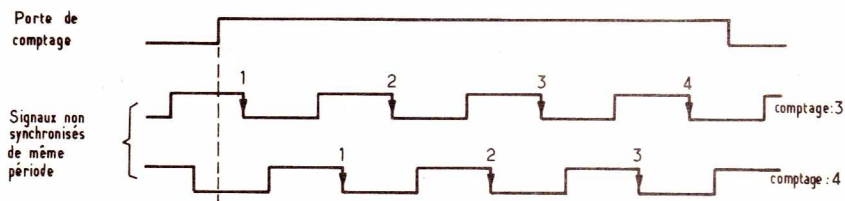

Figure 1 : Comptage sans synchronisation (comptage sur flanc descendant du signal).
1) le manque de synchronisation illustré **figure 1**, qui, selon la position du train d'impulsions dans la porte de comptage, peut produire une erreur de 100 t/mn. Ce problème est difficile à résoudre (nombreux IC's) ;